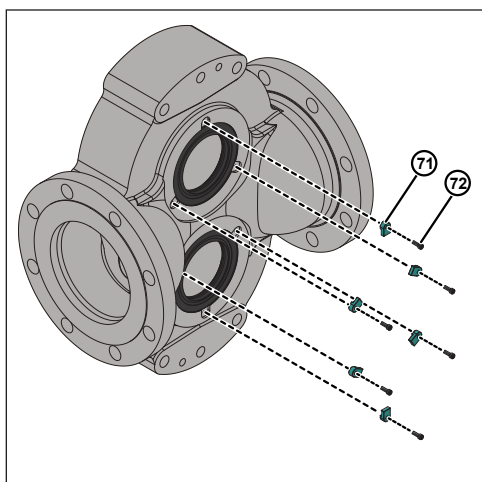

Figure 119 - Pose des vis et de la languette de retenue
6. Installez toutes les languettes de retenue (71) et les boulons de retenue (72) sur le corps de pompe, comme illustré à la figure 119. Cette opération s'applique au modèle 220-320.